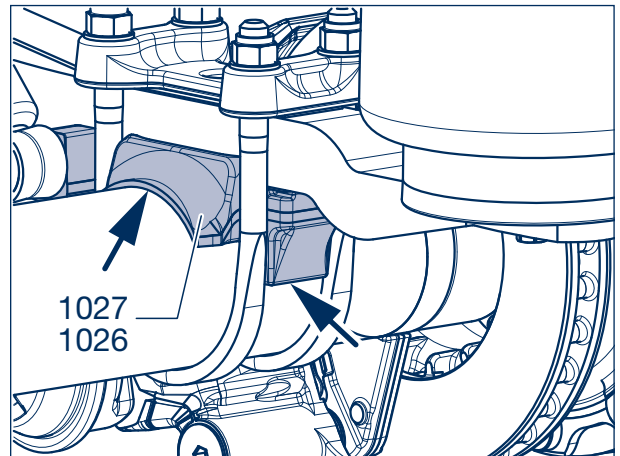

Bild 4
- [8] Neue Achslappen (1026, 1027) mit der Gewindebohrung zur Achsmittle weisend auf den Achskörper auflegen. Wird die ausgebaute Achse wieder eingebaut, können die Achslappen innerhalb der Markierungen (Bild 4) positioniert werden.
- [9] Achse unfallsicher auf Rangierheber (Hubwagen) legen, unter den Rahmen schieben und soweit anheben, bis die Oberkante des Achskörpers das vor Arbeitsschritt [1] gemessene Maß (A) erreicht. Beim Anheben muss der Achslappen die Lenkerfeder (1000) seitlich umschließen und der angeschmiedete Zentrierbolzen in das Fangblech (1012) und die Lenkerfeder eingeführt werden.